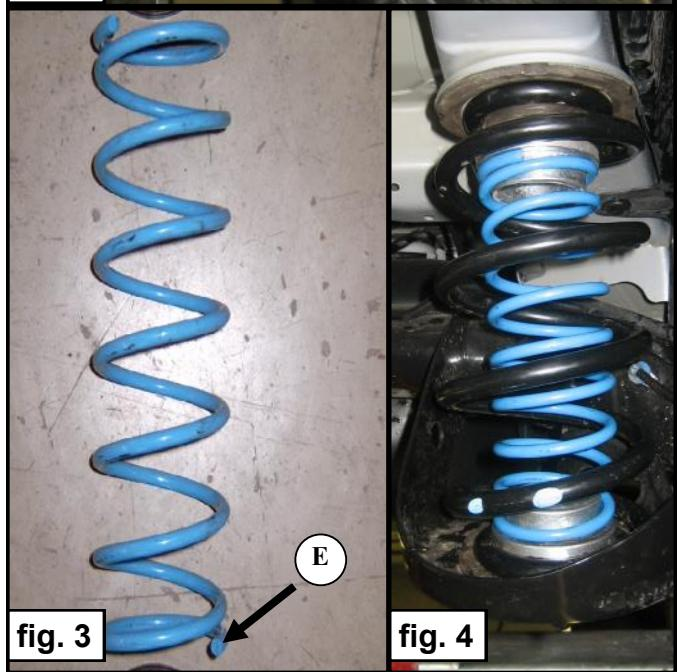

fig. 3
4. Placez le ressort auxiliaire **C** de manière à ce que l'extrémité de la spire **E** soit orientée vers l'avant du véhicule. Voir fig. 3